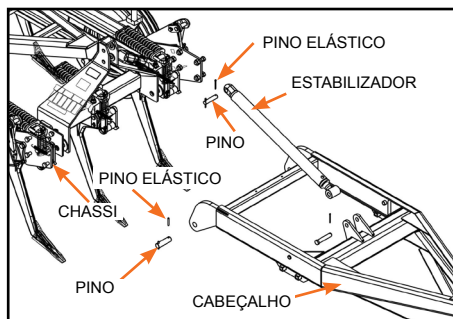

Figura 19
- 3º - Montagem do cabeçalho no chassi (Figura 19).